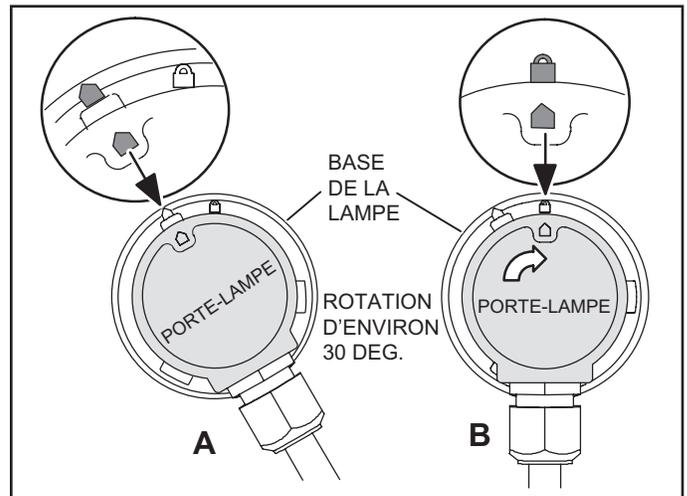

FIGURE 10. Verrouillage de la lampe en place
- 5 - Alignez la flèche sur le support de la lampe avec la flèche sur la base de la lampe. Insérez le support de lampe dans la base (voir A à la figure 10).
- 6 - Tournez pour aligner la flèche du support de lampe sur le symbole de verrouillage (voir B à la figure 10).